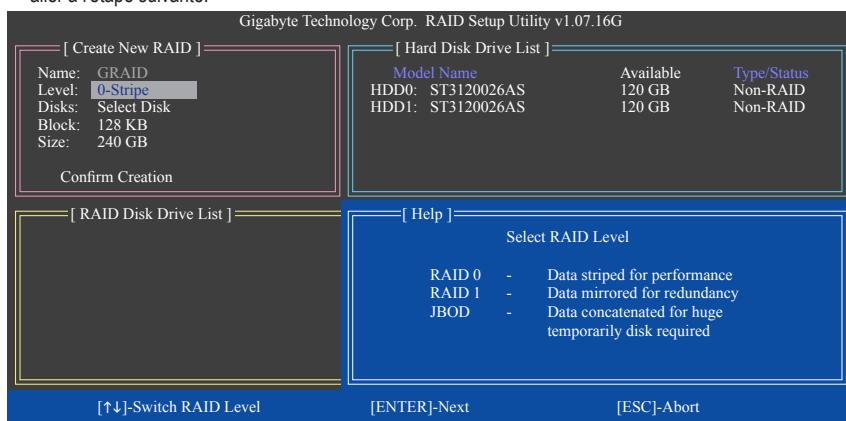

Figure 5
Le bloc **Create New RAID** affichera tous les éléments qui doivent être configurés pour créer une matrice (Figure 5).
- Sélectionner le mode RAID :** Dans l'élément **Level**, utilisez les touches flèches vers le haut ou le bas pour sélectionner RAID 0 (Stripe), RAID 1 (Miroir) ou JBOD (Figure 5). Appuyer alors sur <Enter> pour aller à l'étape suivante.